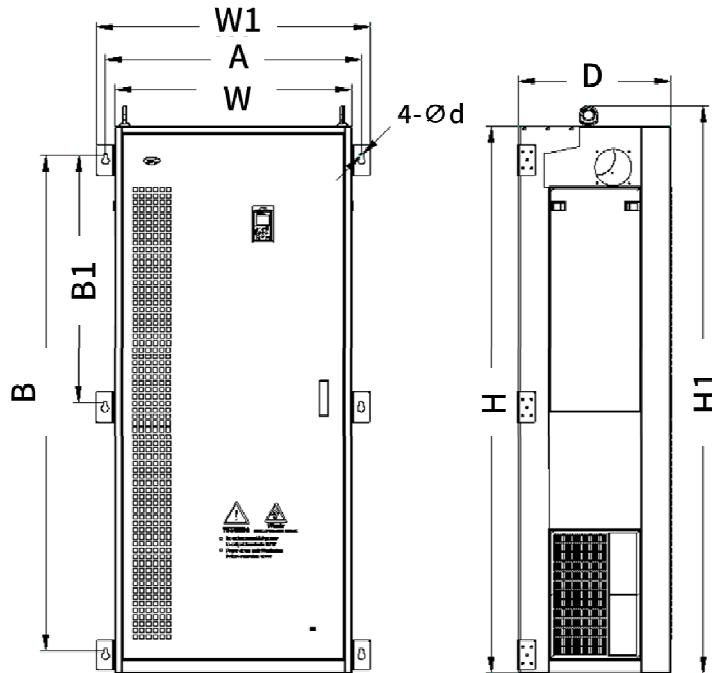
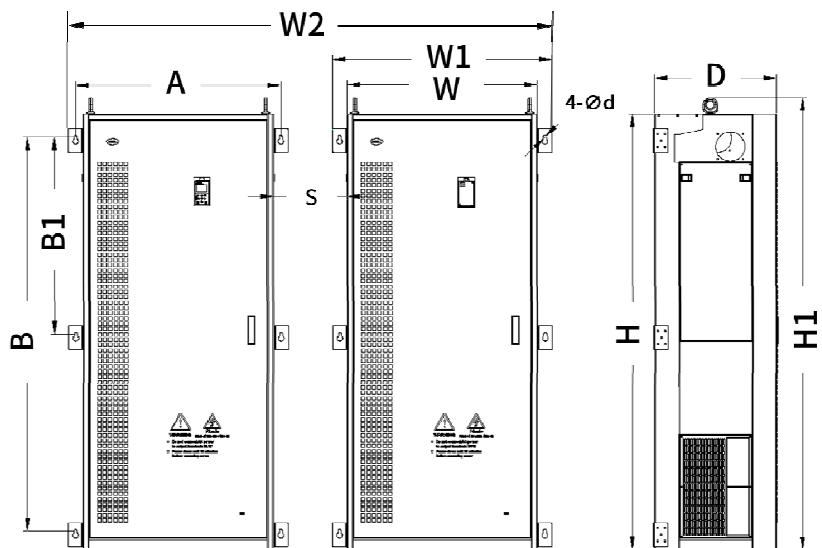

图 8-4 NE300-4T3550G/4000P-F 至 4T5000G/5600P-F 尺寸示意图
图 8-6 NE300-4T9000G-F 装配尺寸示意图
NE300-4T3550G/4000P-F 至 4T5000G/5600P-F 产品外形/ (包装) 尺寸和净/ (毛) 重请见表 8-23，注意 ( ) 中的数据为对应的包装尺寸和毛重。尺寸标注请见图 8-4。
- NE300-4T9000G-F 是由 2 台 NE300-4T5000G-F 组合而成，单机尺寸见图 8-4 和表 8-23。装配尺寸图见图 8-6。